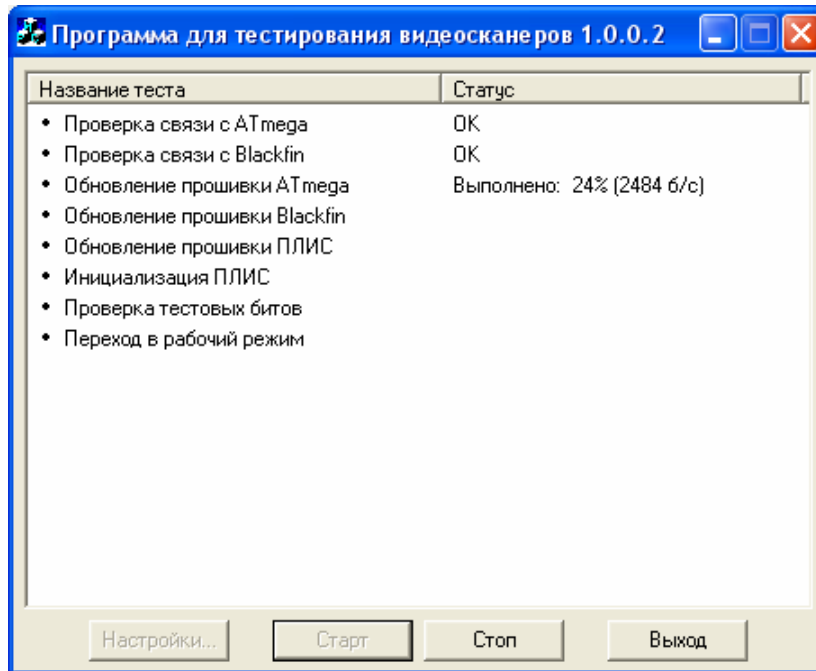

Рис. 27 Выполнение программы прошивки
5. Для начала выполнения прошивки нажмите кнопку **Старт**. Программа начнет выполнять последовательно команды, приведенные в списке. Каждый раз при переходе на новую строчку напротив названия этой команды в колонке **Статус** появляется сообщение «Выполняется» (Рис. 27). После успешного выполнения команды напротив строчки появляется надпись «OK». При аварийном завершении напротив названия команды появляется слово «Прервано», и программа останавливается. При выполнении операции **Проверка связи с ATmega** сканер переходит в режим загрузчика (объектив замирает, светодиод горит постоянно и осветитель гаснет, при этом раздается короткий звуковой сигнал). При выполнении операций **Обновление прошивки** в столбце **Статус** напротив выполняемой команды появляется индикатор, указывающий состояние и скорость заки информации.